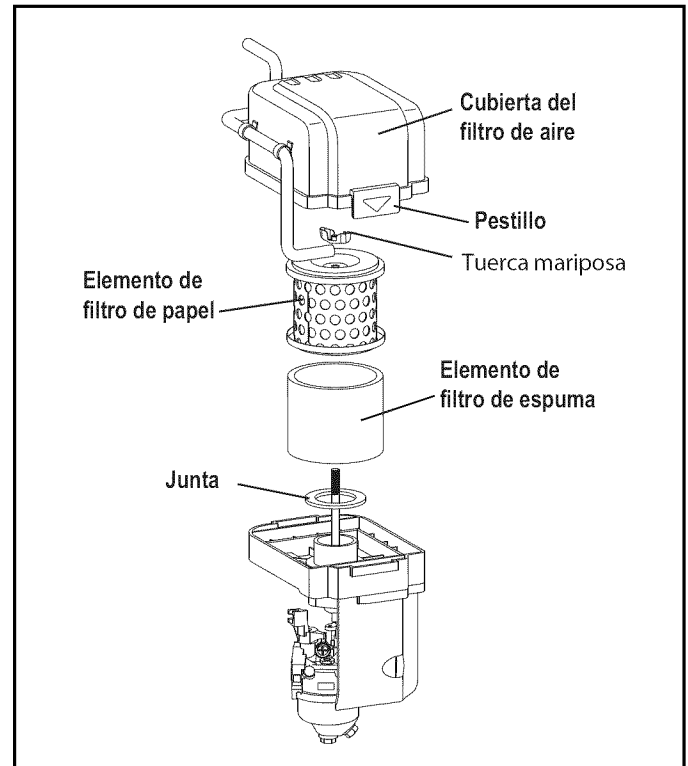

Figura 6-8. Servicio del filtro de aire
1. Tire del pestillo de la cubierta del depurador de aire y retire la cubierta (Figura 6-8).